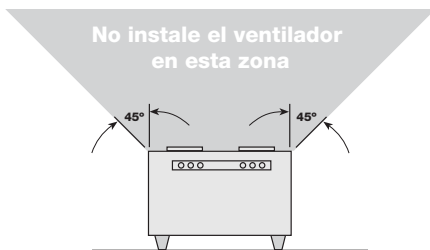

Figura 4 — Lugar de Montaje
11. No se recomiendan estos ventiladores para aplicaciones de escape en cocinas. Están diseñados principalmente sólo para aplicaciones de aire limpio a baja temperatura. La Figura 4 muestra la distancia mínima en la que se deben colocar estos ventiladores en relación con el equipo de cocina.
1. Para obtener el mejor rendimiento, elija una ubicación con el tramo de conducto más corto posible y con el menor número de codos. No lo monte cerca de equipos de cocina, como se muestra en la Figura 4.